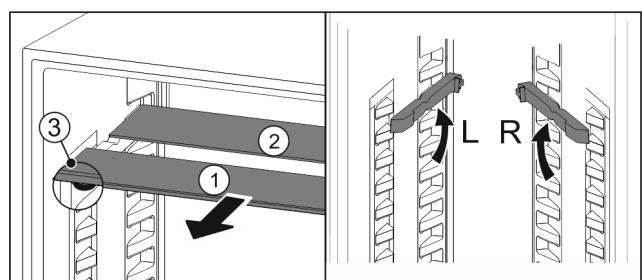

Fig. 99
- ▶ По одной извлеките Fig. 99 (1) стеклянные панели движением вперед.
- ▷ Стеклянная панель Fig. 99 (1) с декоративной планкой лежит спереди.
- ▷ Стопоры Fig. 99 (3) показывают вниз.